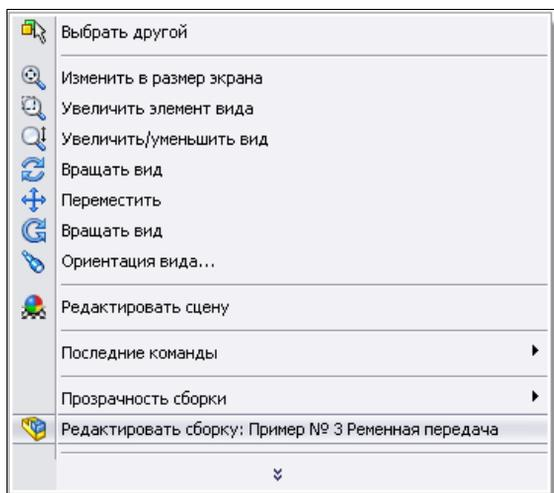

Рис. 6.73
10. Шкив создан, однако приступить к построению второй детали сборки невозможно, т. к. мы находимся в режиме редактирования детали. Для того чтобы выйти из этого режима, нужно щелкнуть правой кнопкой мыши в трехмерном пространстве. На экране появится контекстное меню, в котором следует выбрать команду  **Редактировать сборку: Пример № 3 Ременная передача** (рис. 6.73).